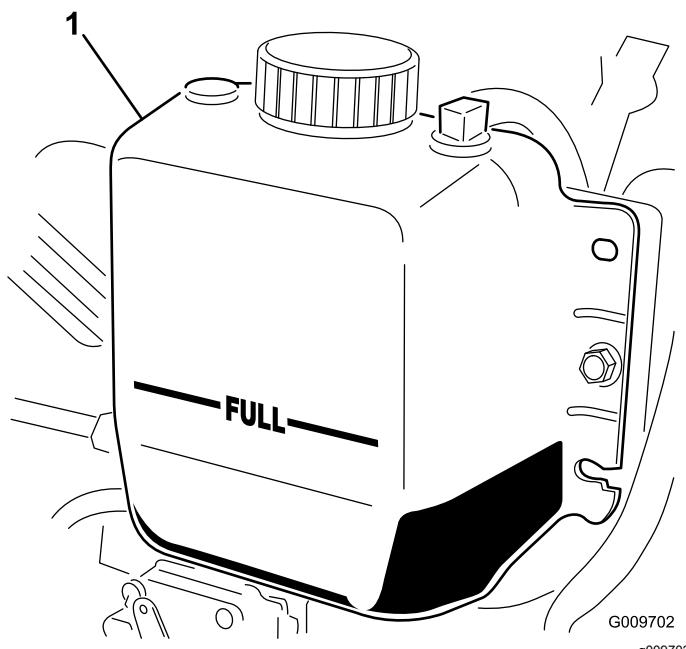

Bild 35
2. Prüfen Sie den Kühlmittelstand im Kühler. Der Kühler muss bis zur Oberseite des Einfüllstutzens und das Ausdehnungsgefäß bis zur VOLL-Markierung gefüllt sein (Bild 35).